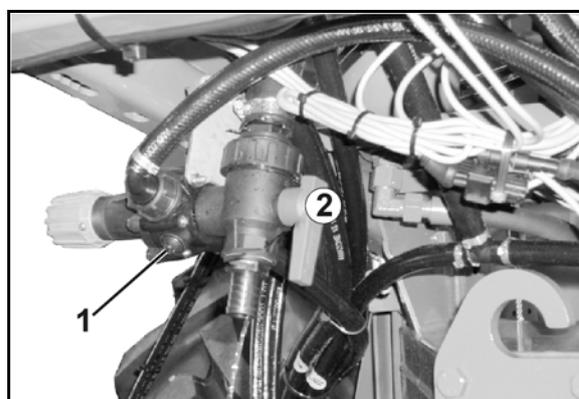

Fig. 159
13. Retirar todos los conductos de pulverización de las válvulas de ancho parcial (Fig. 159/1) y soplar con aire comprimido.